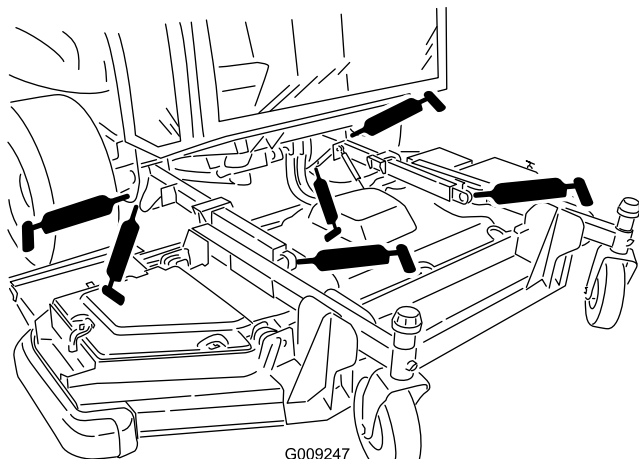

図 55
- ・ 昇降アームのブッシュ (2ヶ所) (図 55)
- ・ 昇降アームのボールジョイント (2ヶ所) (図 55)
- ・ 前デッキの昇降シリンダのピボット (2ヶ所) (図 55)